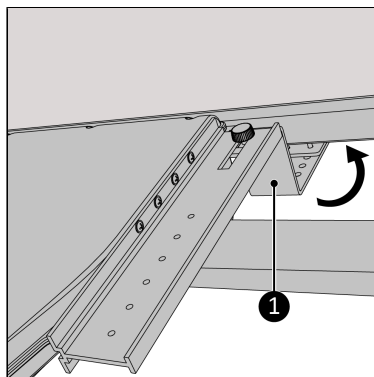

Figura 98.
7. Prindeți suportul în jurul părții care se rotește spre exterior a ramei ferestrei (Figura 98, nt. 1).